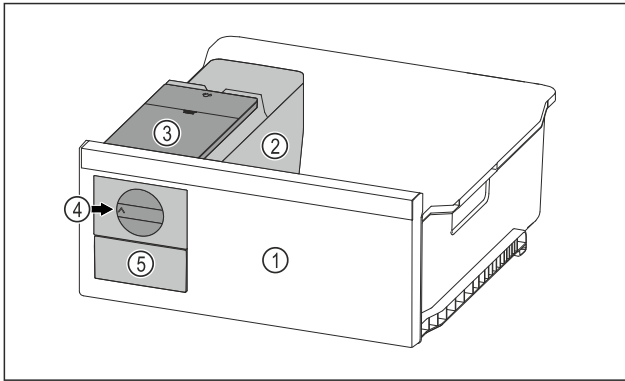

Fig. 97 Beispielhafte Darstellung
- Drehknopf Fig. 97 (4) im Uhrzeigersinn bis zum Anschlag drehen.
- Eiswürfel fallen aus der Eiswürfelschale in das Eiswürfelschubfach Fig. 97 (5).